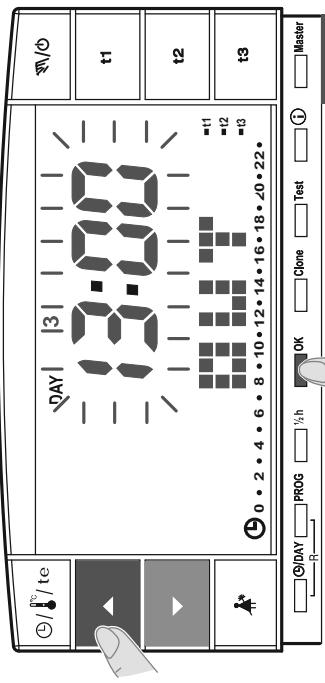

fig. 53
- Con las teclas **▲▼** configurar la hora en la que se desea activar el programa Holiday (salir de la vivienda); confirmar pulsando la tecla **OK** (fig. 53).